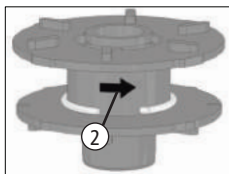

Fig. 10
Enrole o fio no sentido indicado pela seta do carretel (2), [Fig. 10] o mais uniforme possível, obedecendo a metragem máxima recomendada de 8 metros.